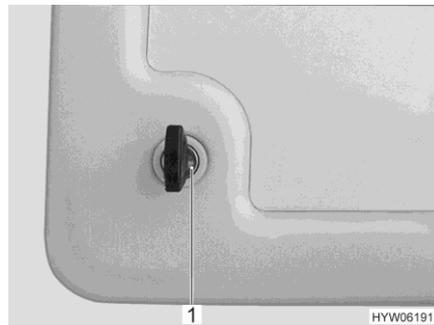
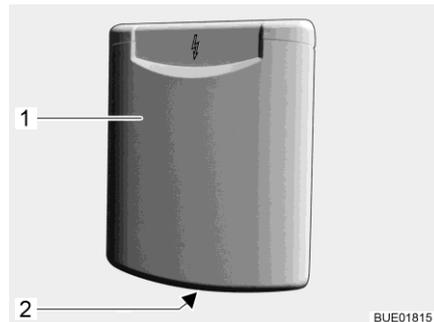

Fig. 42 Verrou de pression du portillon de service
Fig. 43 Verrou de pression du portillon de service (alternative)
- Insérer la clé dans le barillet du verrou de pression verrouillable (Fig. 42,1 ou Fig. 43,1) et la tourner d'un quart de tour. Le verrou de pression est déverrouillé.
- Appuyer simultanément sur les deux boutons-poussoirs (Fig. 43,2) des verrous de pression avec le pouce et ouvrir le portillon de service.
- Insérer la clé dans le barillet du verrou de pression verrouillable (Fig. 42,1 ou Fig. 43,1) et la tourner d'un quart de tour. Le verrou de pression est verrouillé.